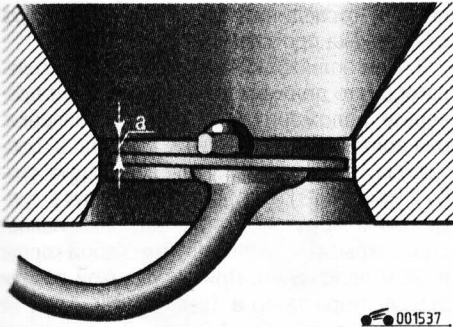

Рис. 4.70. Измеритель потока воздуха: а – контрольный размер
4. Поднимите пластину (рис. 4.70) измерителя потока воздуха и убедитесь, что она перемещается с одинаковым сопротивлением по всей длине рабочего хода.
6. Убедитесь, что верхняя часть чувствительной пластины установилась на одном уровне с верхней частью диффузора или ниже на 0,5 мм (а = 0-0,5 мм) (см. рис. 4.70).
8. Проверьте исходное положение пластины измерителя расхода воздуха. Верхняя часть пластины должна быть ниже верхнего края диффузора (а = 1,9-3,0 мм) (см. рис. 4.70).